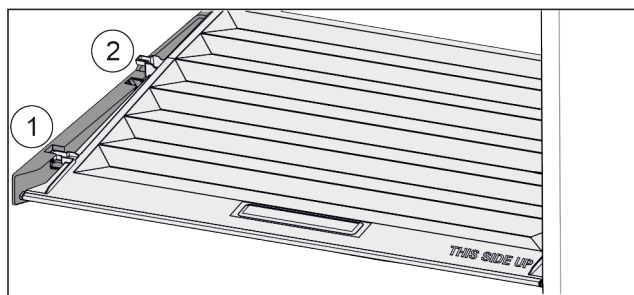

Fig. 54
- ▶ Tirare in avanti il coperchio fino all'apertura nei fermi Fig. 54 (1).
- ▶ Sollevare posteriormente dal basso e togliere verso l'alto Fig. 54 (2).